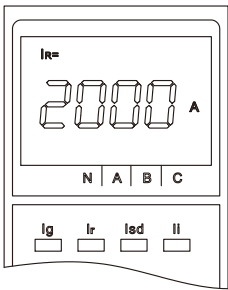
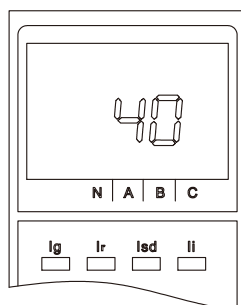

图89 Ir设定值
图98 操作次数
③ 查询状态：在缺省界面下，按“菜单”键一次进入整定值查询状态，再按“→”键依次查询四段保护及其他参数，详见图89~图98，具体调整数据范围见说明书序4.2